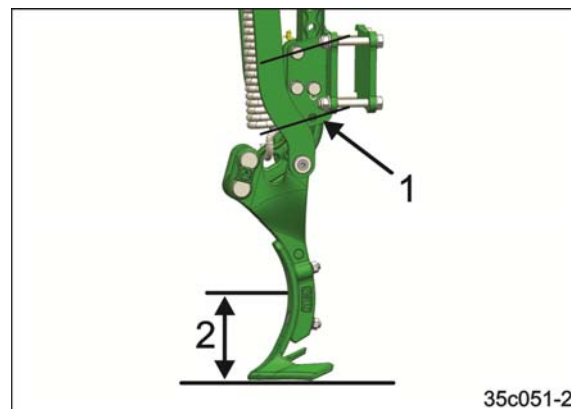

図 124
- ・ 最大耕深は 150 mm です（図 124/2）。
整地機械のツールタインで磨耗が進行し、トラクターのタイヤ跡消しの最大耕深を超過する場合（図 124/2）、トラクターのタイヤ跡消し（図 124/1）